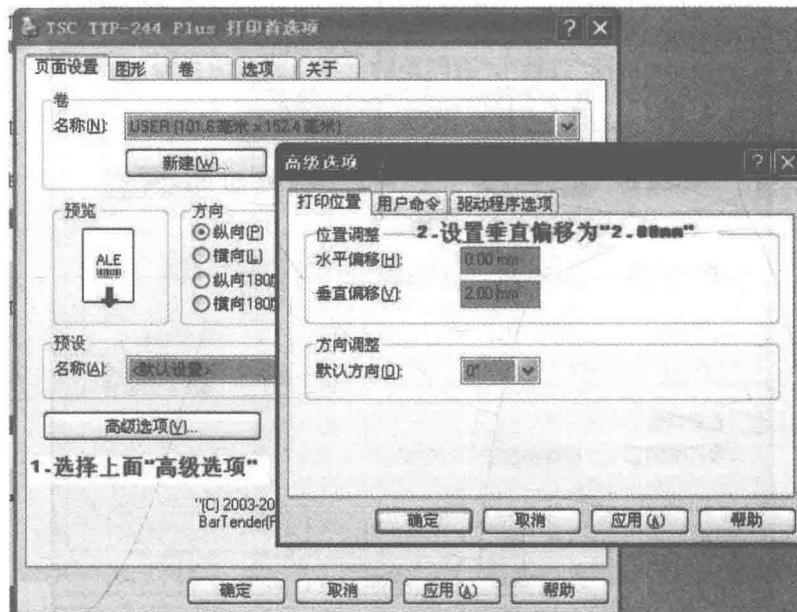

图 1-7 高级选项界面
(6) 在前面第(2)点“页面设置”界面,可以选择“高级选项”并进入设置界面,进行如下设置:“垂直偏移”设置成 2.00 mm(这个选项的主要作用是调整打印内容处在纸张上的位置),见图 1-7。